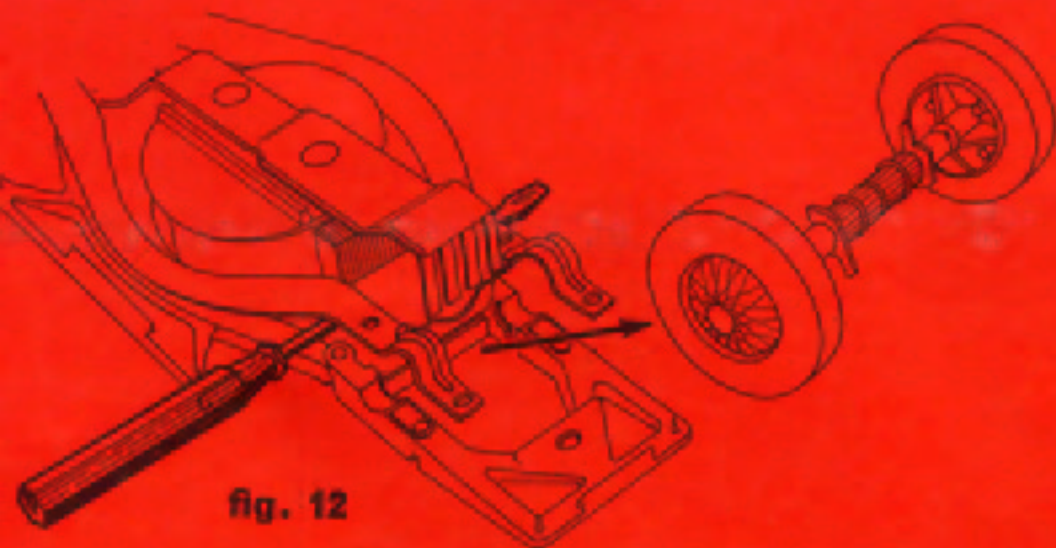

fig. 12
– Vous introduisez votre tournevis entre le châssis plastique et le châssis métal pour dégager le vieil essieu (Fig. 12).